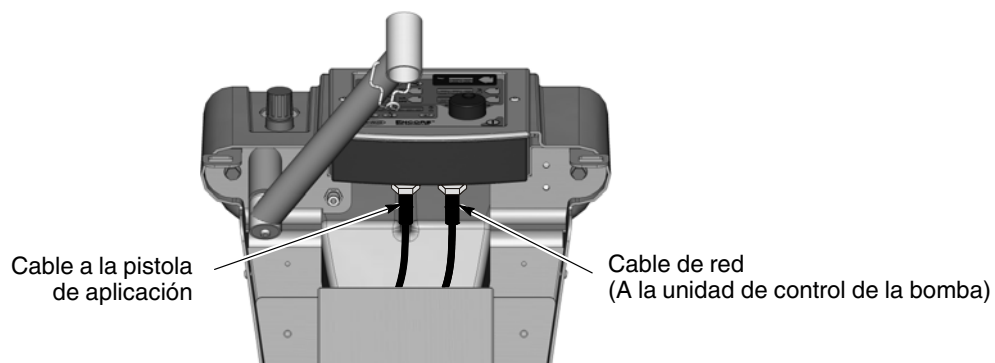

Figura 3-7 Conexión del cable de la pistola de aplicación al controlador del sistema - Se muestra el sistema móvil
1. Sistemas móviles: Ver la figura 3-7. Introducir el cable de la pistola de aplicación en la parte posterior de la torre de la carretilla y a través del frontal superior. Esto permite al usuario agrupar el cable con el tubo de limpieza de aire de electrodos y de aplicación.